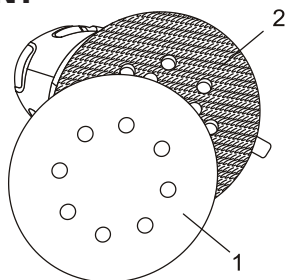

Fig. 1
Pour installer un disque abrasif, appuyez le disque abrasif (1) contre le tampon auto agrippant (2) et pressez fermement (Fig. 1).